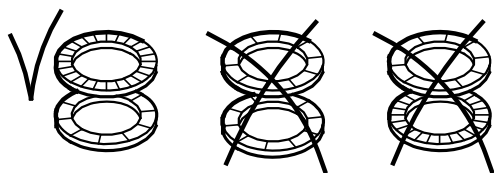

Fig. 26 Montaje correcto de las arandelas
10. Montar la abrazadera (pos. 64c.), las arandelas (pos. 66) y la tuerca (pos. 67). Ver fig. 26.